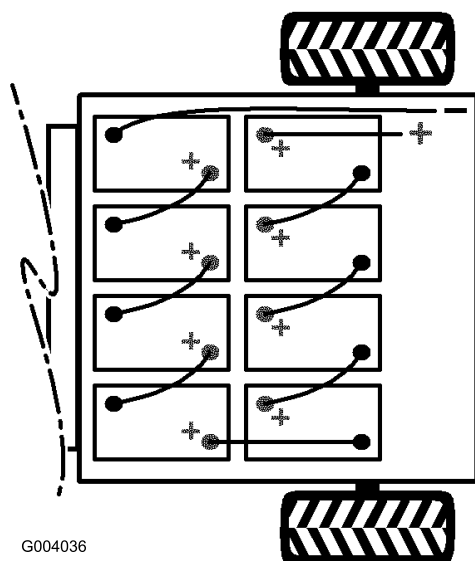

Figura 6
- Instale las baterías según se muestra en Figura 6.
Nota: Preste atención a la polaridad de las baterías al instalar las baterías nuevas (Figura 6).
y una tuerca con arandela prensada (5/16 pulgada) (Figura 6).
8. Conecte el cable rojo largo (positivo) entre el banco de baterías y el vehículo (Figura 6).
9. Conecte el cable negro largo (negativo) entre el banco de baterías y el vehículo (Figura 6).
6. Conecte las baterías entre sí con los cables que se incluyen con las piezas sueltas, según se muestra en Figura 6. Asegúrese de que el enrutado de los cables no permite que éstos entren en contacto con ningún borde afilado.